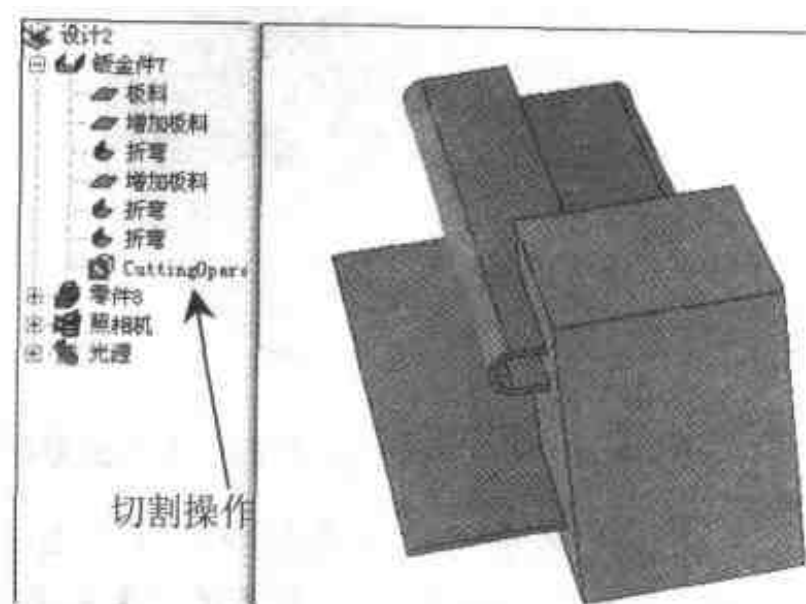

图 1.67 切割钣金件操作
- (1) 选定需要切割的钣金件，按 Shift 键，然后选择切割图素(长方体)。
- (2) 选择【工具】|【切割钣金件】命令，这时在设计树中显示出了一个切割操作，切割图素仍在设计环境中，如图 1.67 所示。